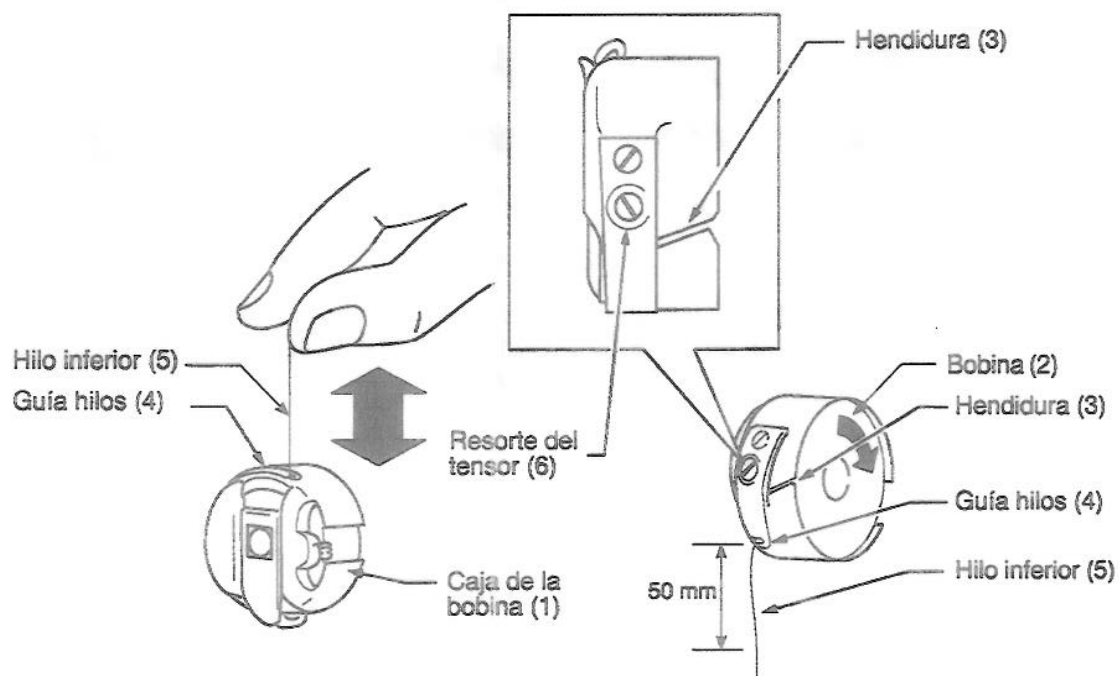

Figura 3-3
- (1) Coloque la bobina (2), con el hilo correctamente enrollado, en el portabobina (1).
- (2) Pase el hilo inferior (5) por la hendidura (3) y sáquelo a través del guía hilos (4). Tire del hilo para asegurarse de que la bobina gira en la dirección indicada en la Figura 3-3.
- (3) Ajuste la tensión del hilo inferior usando el tornillo del resorte del tensor (6).
- (4) Saque el hilo inferior del resorte del portabobina aproximadamente 50 mm. antes de colocarlo en el cangrejo.